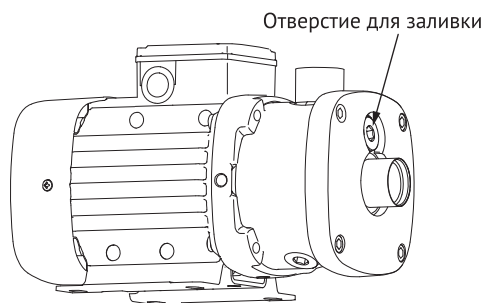

Рисунок 3. Положение заливного отверстия.
- Открутите пробку заливного отверстия (рисунок 3).